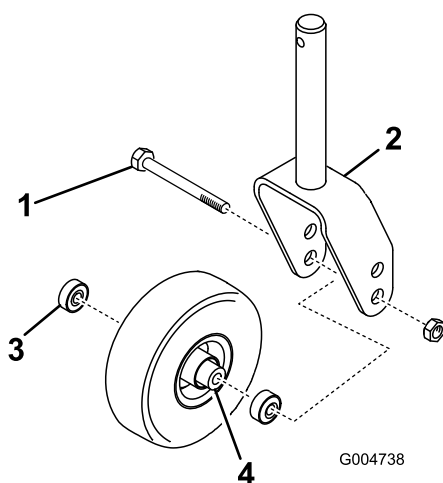
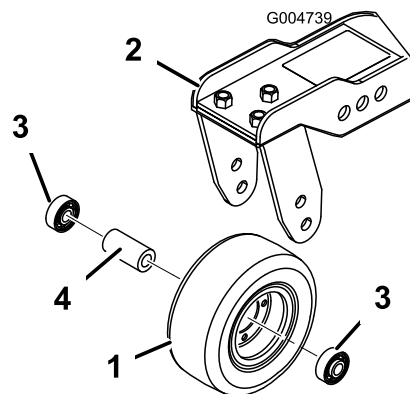

Figure 84
Figure 85
1. Retirez le contre-écrou du boulon qui fixe la roue pivotante entre la fourche (Figure 84) ou le bras pivotant (Figure 85).
2. Enlevez le roulement du moyeu de la roue et laissez tomber la douille d'écartement à l'extérieur (Figure 84 et Figure 85).